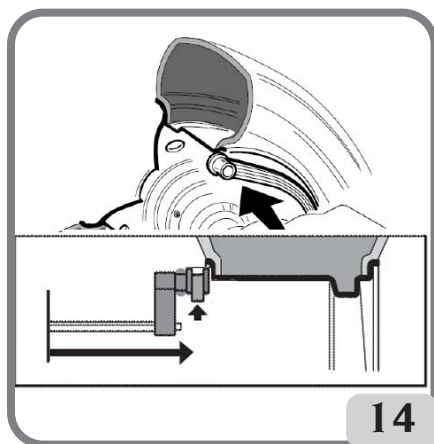

Fig.14: Acquisizione manuale della distanza della ruota nel Tipo di Programma ALU 2P
- portare l'estremità del braccio automatico di rilevamento in corrispondenza del piano scelto per l'applicazione del peso interno. In Alu 1P si assuma come riferimento della mezzeria del peso, il centro dell'incavo della manina (fig.15). In Alu 2P si faccia riferimento al bordo del cerchio, dal momento che il peso interno è di tipo a molla (fig.14).
- Portare l'estremità del braccio di rilevamento in corrispondenza del piano scelto per l'applicazione del peso interno (fig. 15 per ALU 1P e fig. 14 per ALU 2P). In Alu 1 P si assuma come riferimento della mezzera del peso, il centro dell'incavo della manina. In Alu 2 P si faccia riferimento al bordo del cerchio, dal momento che il peso interno è di tipo tradizionale, a molla.